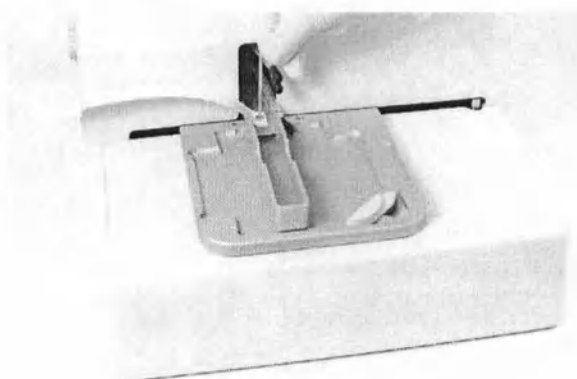

Рисунок 9-28. Закрепление транспортного фиксатора
1. Закрутите винт транспортного фиксатора и прикрепите обратно его бирку при помощи торцевого ключа (Рисунок 9-28).